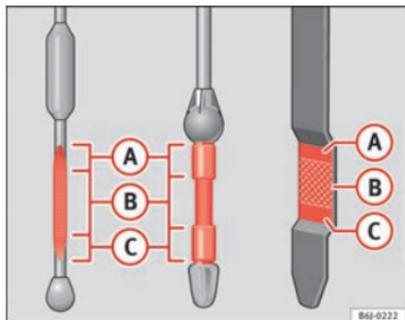

Abb. 123 Ölmesstab
- Den Messstab anschließend wieder herausziehen und den Ölstand ablesen → Abb. 123. Füllen Sie gegebenenfalls Motoröl nach.